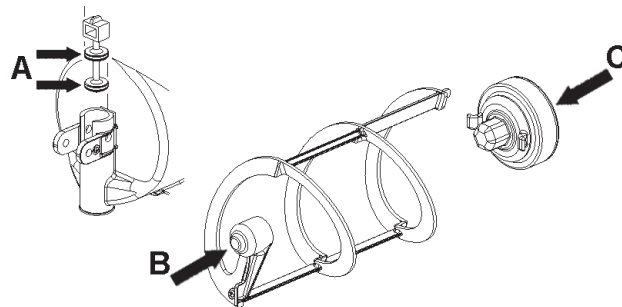

figura 12
- 2 Lubrificare il pistone rubinetto, il raschiatore esterno e il rotore magnetico esterno (nei punti A, B e C indicati in figura 12) utilizzando esclusivamente il grasso fornito dal fabbricante